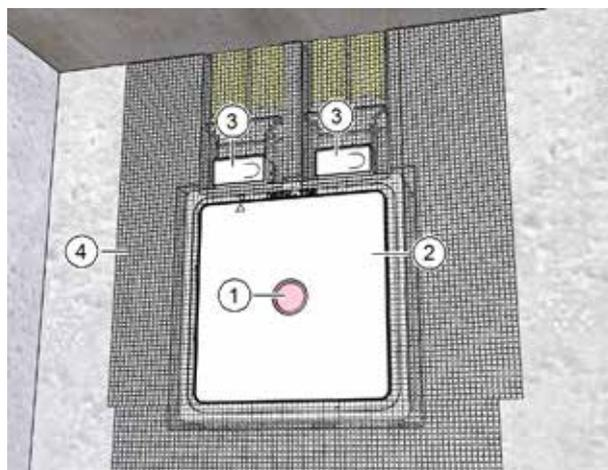

Fig. 22: Intonacatura della cassetta a muro nell'area interna
- ▶ Accertarsi che il coperchio di segnalazione (pos. 1 nella Fig. 22) sia posizionato nel coperchio di protezione dall'intonaco (pos. 2 nella Fig. 22).
- ▶ Accertarsi che i coperchi di protezione dall'intonaco (pos. 3 nella Fig. 22) siano posizionati negli allacciamenti per tubo flessibile.
- ▶ Applicare la rete porta intonaco M-WRG-PG (pos. 4 nella Fig. 22 pagina 21) alla cassetta a muro e alla parete massiccia.